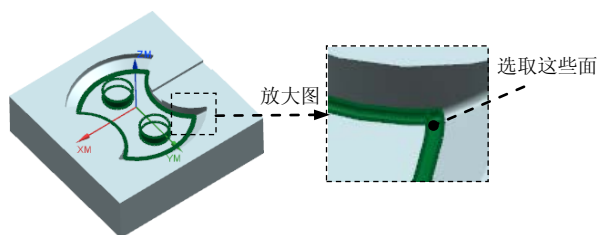

图 21.39 定义检查面
Step2. 选取图 21.39 所示的面 (共 10 个面), 在“检查几何体”对话框中单击 **确定** 按钮, 完成检查几何体的创建, 同时系统返回到“轮廓区域”对话框。